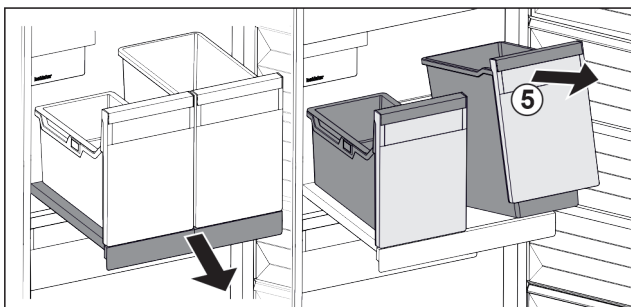

Fig. 104
- ▶ Приподнимите контейнеры Fig. 104 (5) спереди.